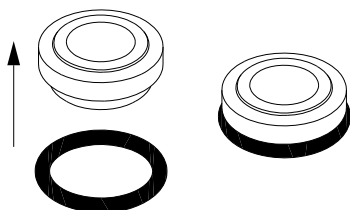

Fig. 4 Montage du joint torique sur le grain fixe.
2. Monter le joint torique (pos. 102) sur le grain fixe. Voir fig. 4.